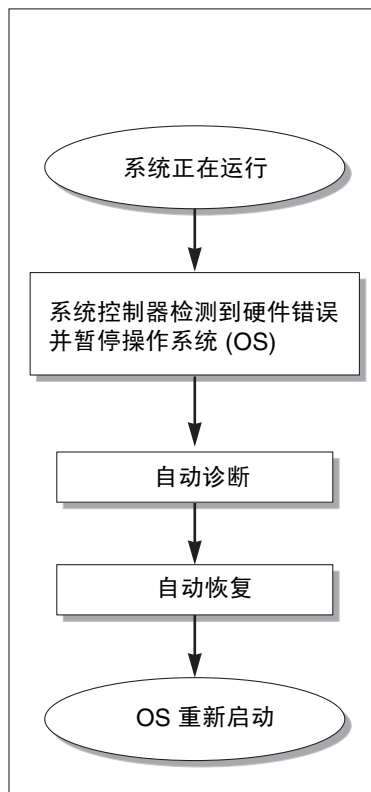

图 7-1 自动诊断与恢复过程
如图 7-1 所示，系统控制器根据发生的硬件错误类型和设置的诊断控制选项来执行某些诊断和恢复步骤。固件具有 *自动诊断* (AD) 引擎，该引擎用于检测并诊断那些影响系统可用性的硬件错误。
下面简要描述了图 7-1 中所示的过程：